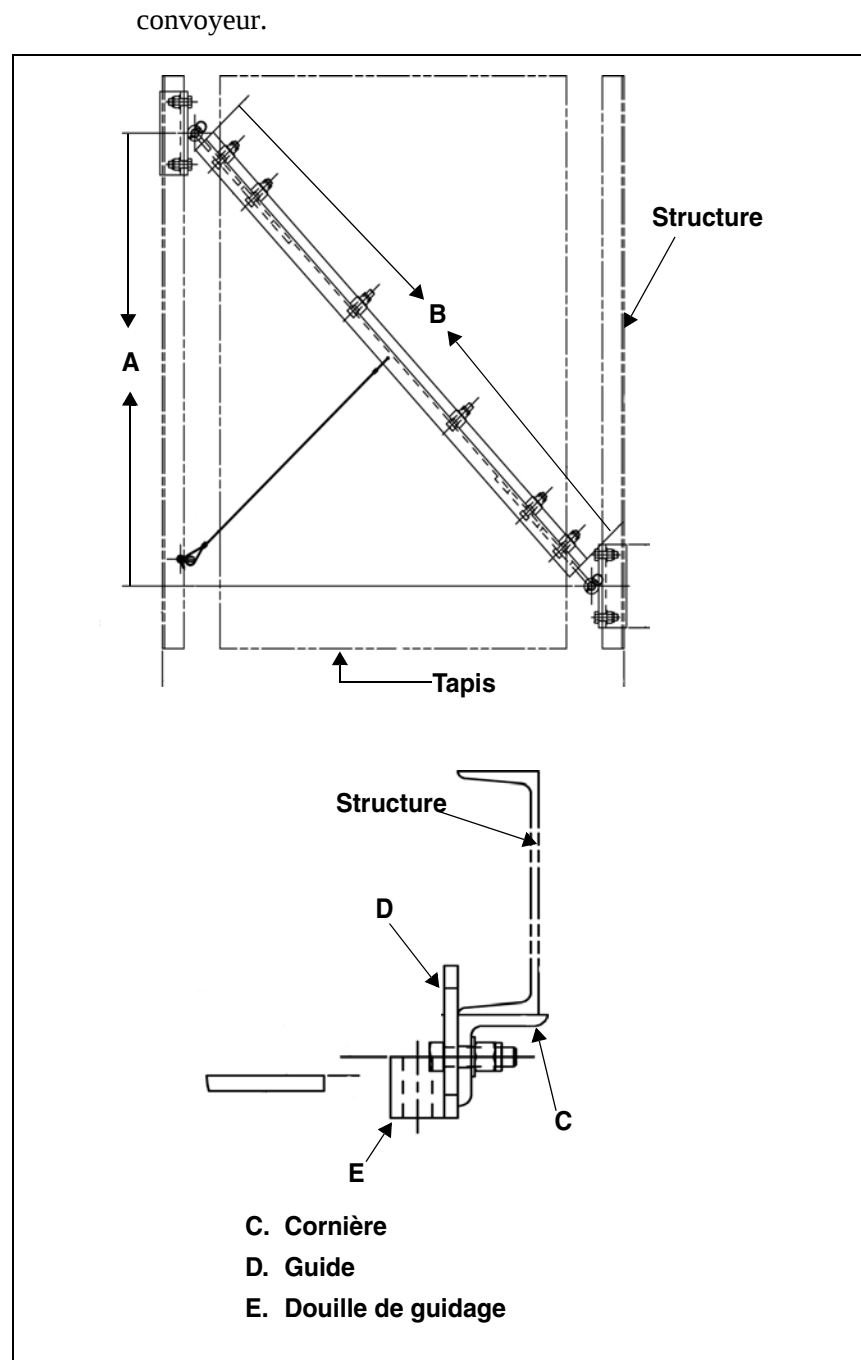

Figure 2: Positionnement du racleur sur la bande
2. Monté le support (C, fig. 2) du côté gauche du convoyeur comme suite:
- c. Fixez la douille de guidage (D) au moyen de deux vis hexagonales, avec rondelles et contre-écrou sur le support.
- a. Reporter la cote „A“ du tableau I à partir du centre du guide (E) en direction du tambour de queue sur la structure.
Tableau 1: Cotes et dimensions des supports(cfr. fig. 2)